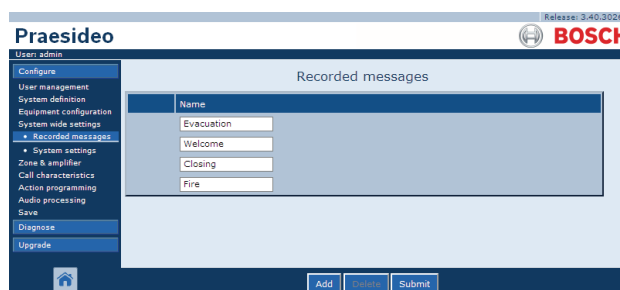

figura 45.6: Eliminación de un registro de mensaje, paso 1
- Vaya a *Configure > System wide settings > Recorded messages* para abrir la página de *Recorded messages*. Aparece una pantalla similar a la mostrada en figura 45.6 en el cuadro principal de la interfaz Web.